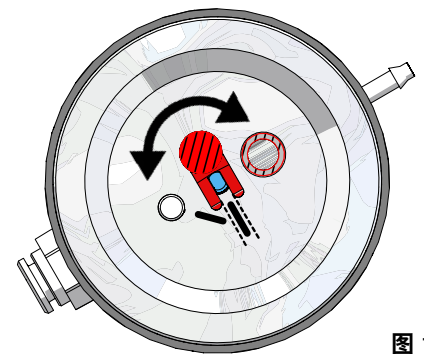

图 12
- ⇒ 定量喷嘴必须用25 - 70 μm 砂罐来调整（图12）！